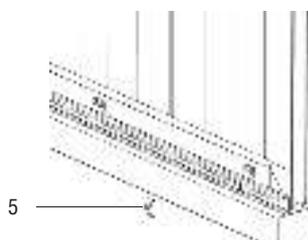

Рисунок 3
3. Поверх С-профиля положите скобу (5) таким образом, чтобы болт попал в отверстие скобы (см. рисунок 3).